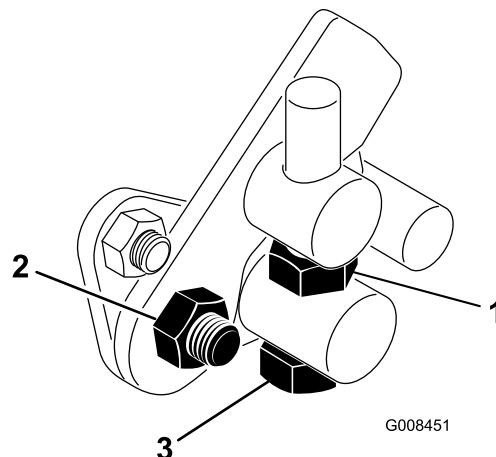

図 45
1. トラニオンボルトのジャムナットをゆるめる図 45。
4. トラニオンボルトのジャムナット、およびペダルピボットのナットを締め付けて調整を固定する図 45。調整を確認し、必要に応じて再調整する。